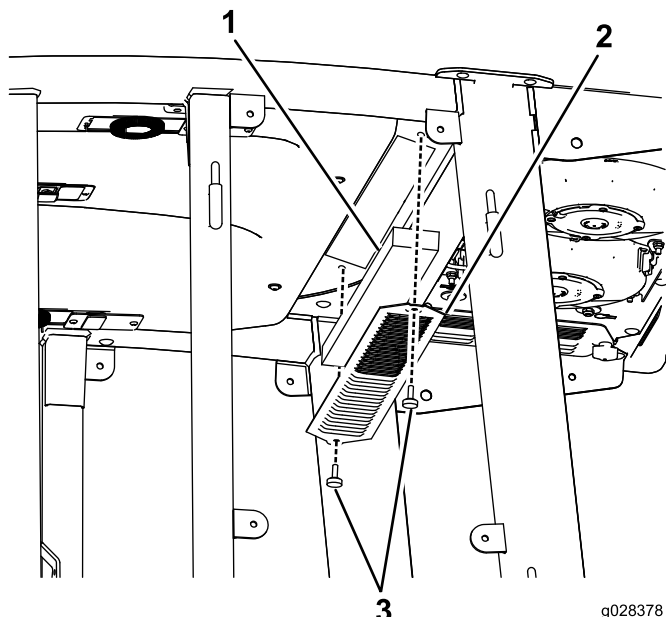

Figura 92
1. Rimuovete le viti e le griglie sia dal filtro dell'aria interno alla cabina, sia da quello sulla parte posteriore della cabina (Figura 92).